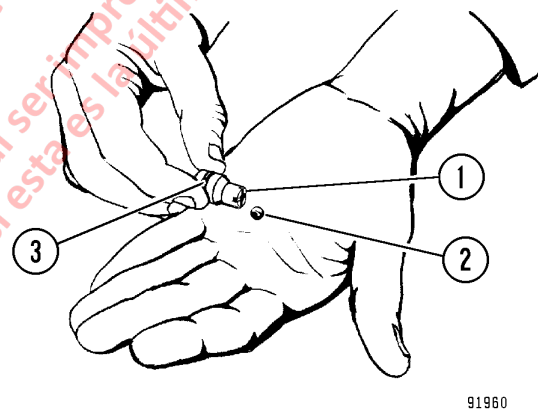

FIGURA 8-7. CABEZAL MÓVIL Y BOLA
2. Retire los tornillos y levante la cubierta de la sección del carrete (1, Figura 8-7) de la carcasa.
3. Retire el cabezal móvil (1, Figura 8-7) de la cubierta del carrete. Retire y deseche el O-ring (3).